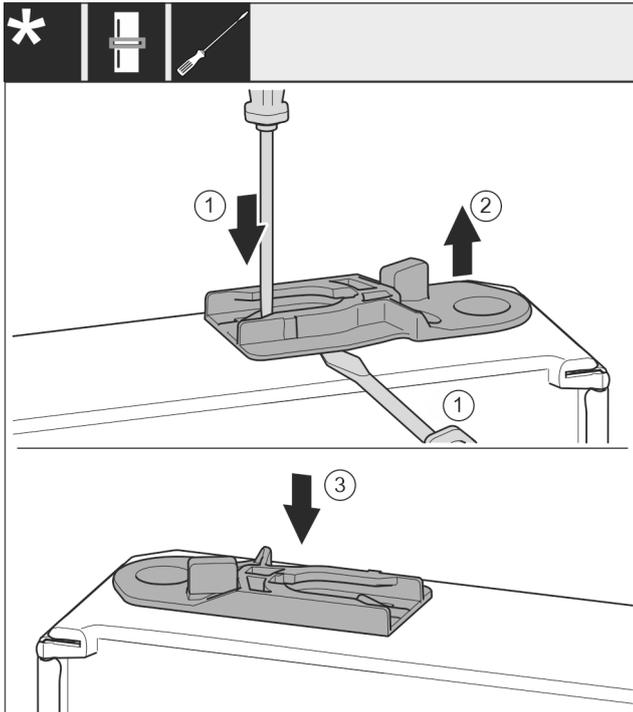

Fig. 36
- ▶ Extraer el casquillo de guía: presione la lengüeta con el destornillador para tornillos de cabeza ranurada y, al mismo tiempo, desplácela con el destornillador por debajo del casquillo de guía. Fig. 36 (1, 2)
- ▶ Introduzca el casquillo de guía incluido en el suministro en el otro lado de la carcasa. Fig. 36 (3)